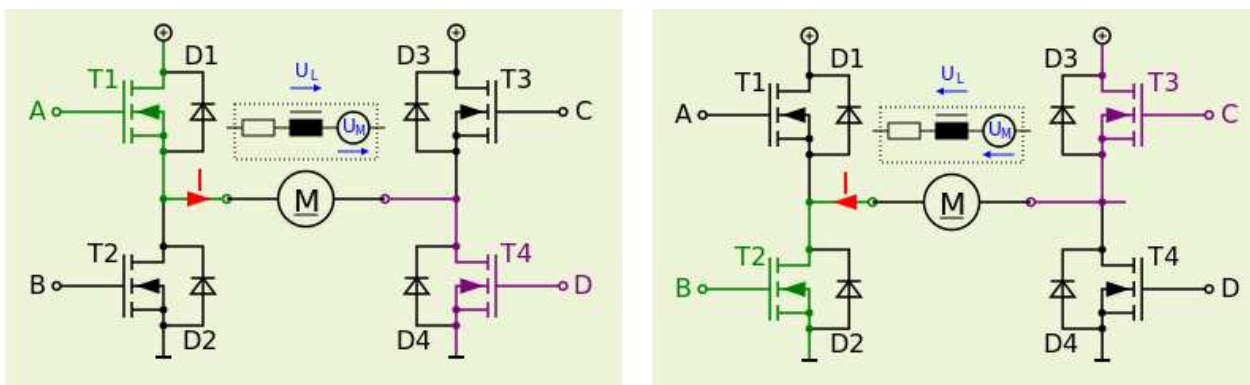

Abbildung 75: Vierquadrantensteller: Drehrichtungsumkehr (statische Ansteuerung ohne PWM)
**Gibt der Motor mechanische Leistung ab, ist das Produkt aus  $U_M$  und  $I$  positiv.** Im umgekehrten Falle arbeitet der Motor als Generator und nimmt mechanische Leistung auf. Das vom Motor abgegebene Drehmoment ist näherungsweise proportional zum fließenden Strom. Dies ist auf beiden Seiten von Abb. 75 der Fall! Trägt man  $U_M$  und  $I$  (bzw.  $M$ ) in ein Koordinatensystem ein so er-
Die Zustände in Abb. 75 befinden sich demnach im *I.* (links) bzw. *III.* Quadranten (rechts).